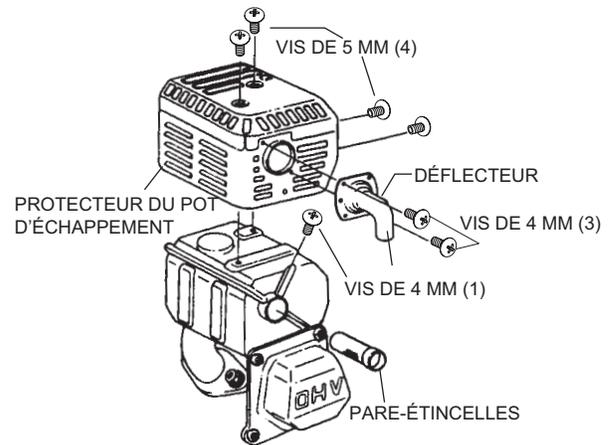

Figure 21. Retrait du pare-étincelles
1. Retirer les vis de 4 mm (3) du déflecteur de l'échappement et retirer le déflecteur. Voir (Figure 21).
2. Retirer les vis de 5 mm (4) du protecteur du pot d'échappement et retirer le protecteur du pot d'échappement.